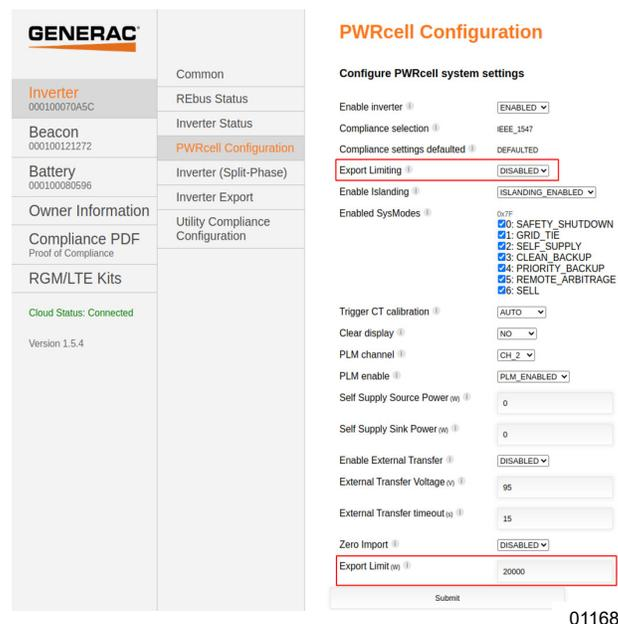

Figure 6-34. Export Limit (Limite d'exportation)
6. Voir Figure 6-34. Trouver le paramètre Export Limit et sélectionner « ENABLED » (ACTIVÉ).